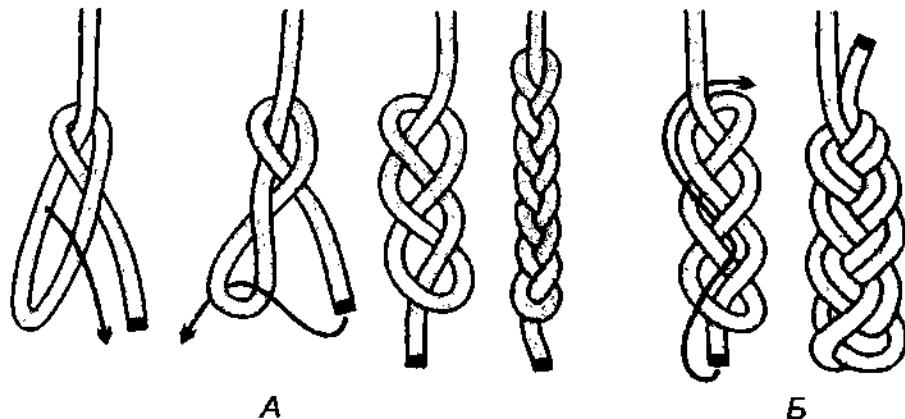

Рис. 103. А – плетение **косички**; Б – **двойная косичка**.
**Косичка** (или **коса**) – декоративный узел, который с успехом может применяться как стопор или как узел для укорачивания (недлинной) верёвки (рис. 103 А). **Косичка** может служить хорошим утолщением для ручки ведра, санок или конца собачьего поводка. **Косичка**, как бы она не затянулась, всегда легко «распускается» после использования. Косичка, заплётённая непосредственно на самой опоре, называется *турецким узлом* (стр. 760).
Длина **косички** может быть разная. Если перед завязыванием узла предварительно оставить петлю подлиннее, то каждый раз, образуя из неё калышку и пропуская внутрь калышки ходовой конец, можно сплести довольно длинную **косу** (рис. 103 А). Если сделать дойную пробивку, получится **двойная косичка** (рис. 103 Б). **Двойная косичка** очень похожа на девичью косу.